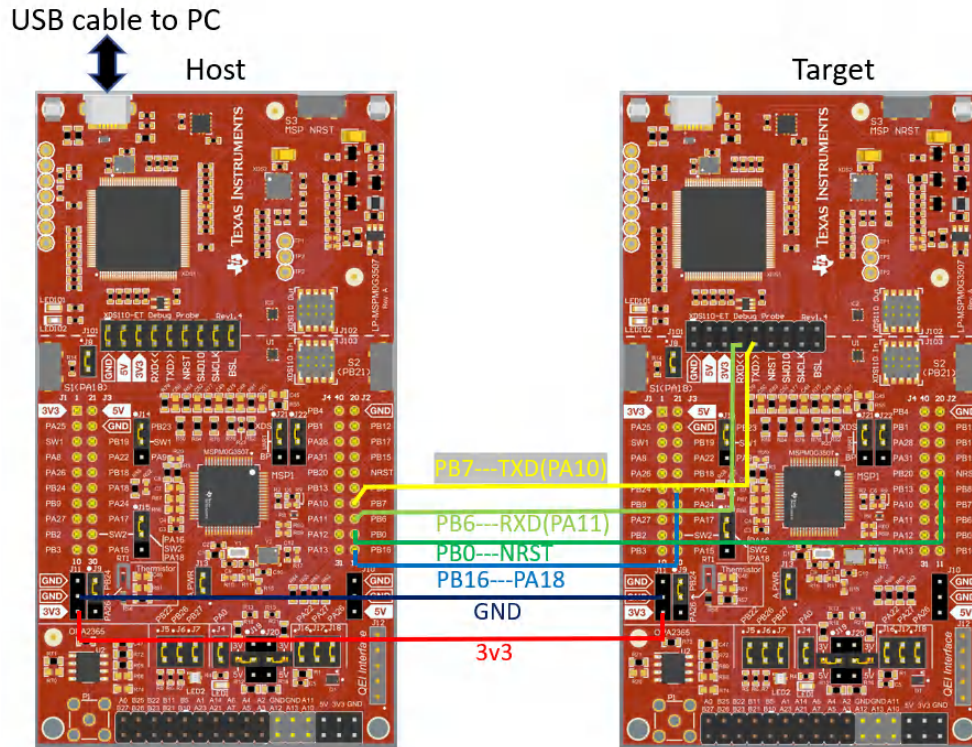

图 4-3. 硬件信号连接
1. 按图 4-3 所示连接硬件信号。此示例使用 UART，因此无需连接 I2C 信号。